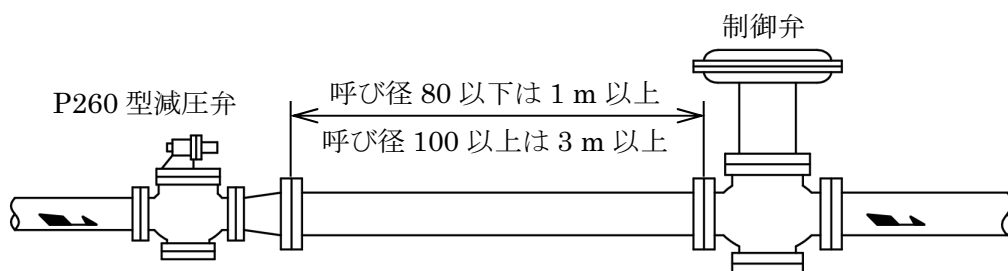

図 5 制御弁がある場合(二次側)
- f) 減圧弁の二次側に制御弁を取付ける場合、減圧弁と制御弁の距離をできるだけ長く(呼び径 80 以下は 1m 以上、呼び径 100 以上は 3m 以上)とってください(図 5)。一次側に制御弁を取付ける場合も同様です。